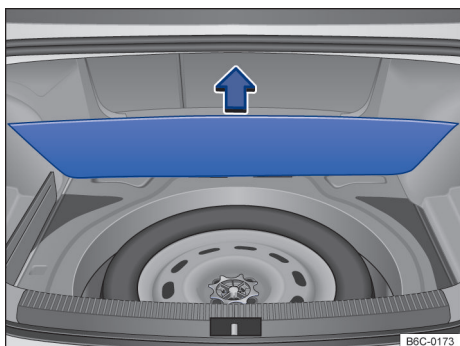

Fig. 157 No compartimento de bagagem, sob o revestimento de assoalho: roda de emergência e ferramentas de bordo.
As ferramentas de bordo e a roda de emergência estão localizadas no compartimento de bagagem, sob o revestimento do assoalho → Fig. 157.
- Levantar o revestimento do compartimento de bagagem → Fig. 157.